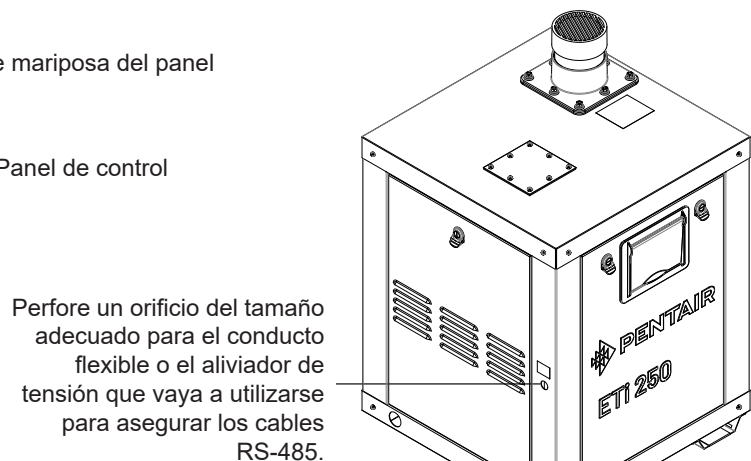

Figura 38
2. Localice el pequeño orificio en el panel lateral para el cable RS-485. Utilice una fresa del tamaño adecuado para el conducto flexible o el aliviador de tensión que se utilizará en el panel para perforar un orificio para los cables RS-485. **Véase la Figura 38.**